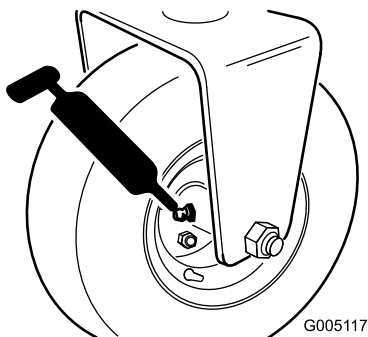

Figura 31
- Conjunto del buje del rodillo trasero, o si está equipado con un kit de tracción a 3 ruedas, los embragues de rodillo de las ruedas traseras y el cojinete de bolas externo (1) (Figura 31).